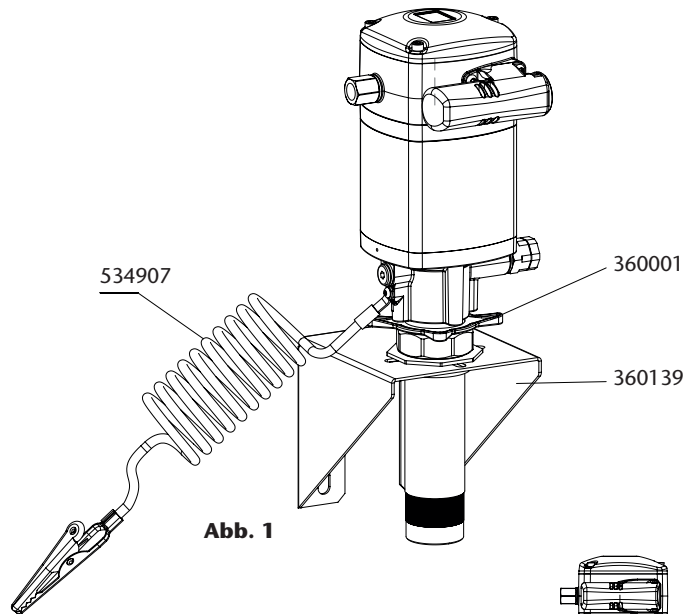

Abb. 1
- Wandmontage mit Schiebeadapter. Führen Sie die Pumpe durch die Halterung (360140) und befestigen Sie sie mit dem Adapter (360001) (Abb. 1).